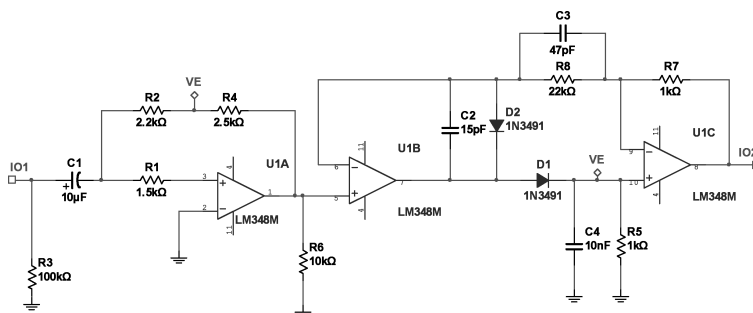

图 5-90 放置连接器符号
13) 选择菜单栏中的“绘制”→“连接器”→“HB/SC 连接器”命令，光标将变为十字形状，并带有一个连接器符号标志，移动光标到需要放置连接器符号的地方，放置连接器符号，结果如图 5-90 所示。完成放置后，右键单击或者按〈Esc〉键即可退出操作。